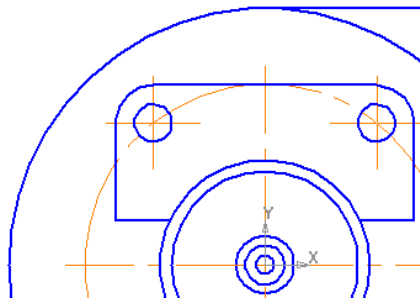

Рисунок 18.
- Увеличьте место установки Планки (рис.18).